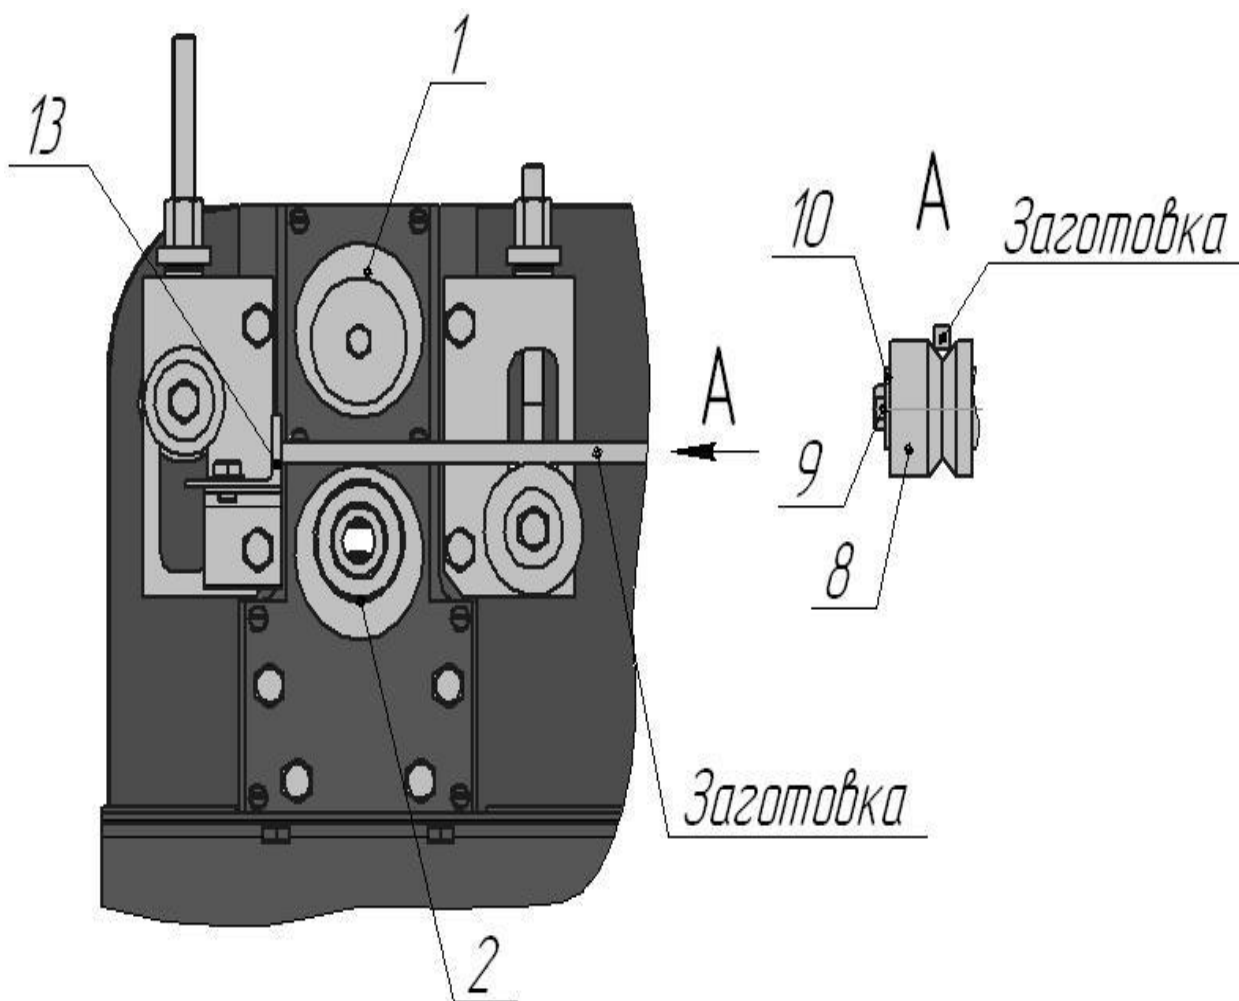

Рис.11 Схема установки заготовки между эксцентриковыми валками.
- 10.8.** Вставить разогретый конец заготовки между эксцентриковыми валками 1, 2 прокатного модуля до упора 13 рис.11, при этом плоскость верхнего эксцентрикового валка 1 находится на максимальном удалении от плоскости нижнего эксцентрикового валка 2 (данное положение выставляется нажатием кнопки «Вперед»).